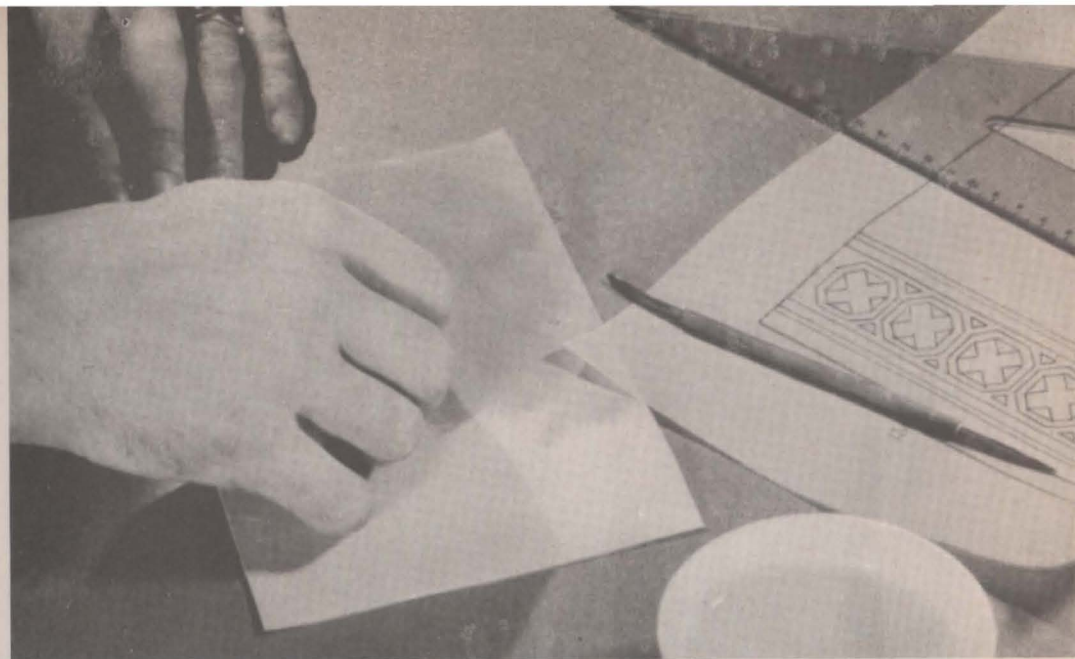

Fig. 12
2. Se marcan los lugares correspondientes, y se humedece el cuero con una esponja o algodón embebido en agua. La primera vez conviene mojar toda la superficie para evitar que se manche. Se coloca el dibujo sobre el cuero con el lado que lleva el diseño hacia arriba. Para evitar que el dibujo se corra, es necesario sujetar el papel cuidadosamente por los costados con alfileres (Fig. 12).